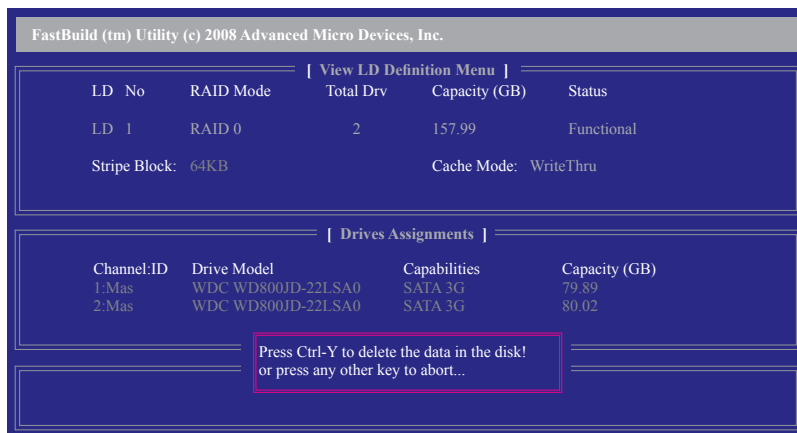

図 9
2. View LD Definition Menu が表示され(図 9 を参照)、このアレイに割り当てられたドライブを示します。中断するアレイまたは保管キーを削除する場合、<Ctrl>+<Y> を押します。